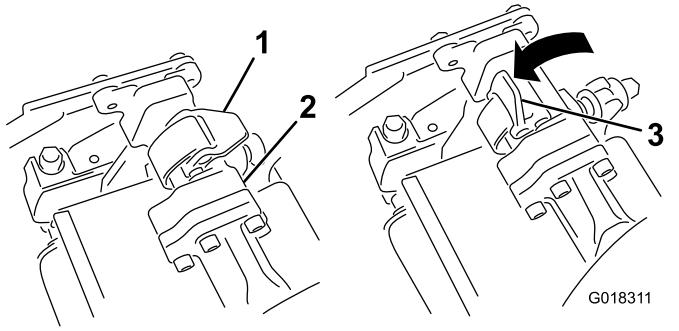

Figura 2
2. Com os fechos na barra do braço de suspensão abertos (Figura 2), empurre o braço de suspensão para baixo de forma a que a barra passe pela barra através da parte superior da unidade arranca-grampos (Figura 3).
3. Feche os trincos para fixar a unidade arranca-grampos no sítio (Figura 2).